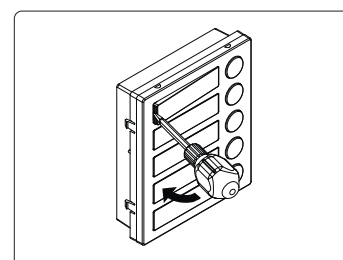

Fig. 13
- Fare leva con il cacciavite come mostrato in Fig. 13 per rimuovere il porta-cartellino (fare attenzione a non ammaccare la placca).